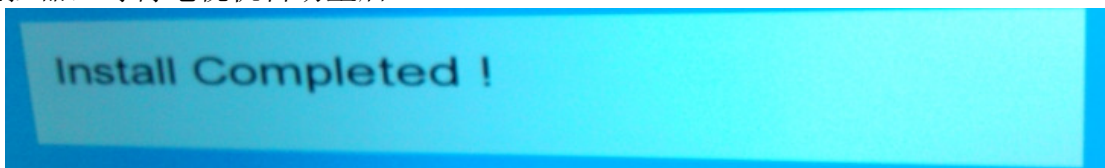

图 3
4. 等待 1 分 30 秒左右，电视机完成升级，会弹出如下菜单的提示（如图 3），此时请勿操作遥控器，等待电视机自动重启